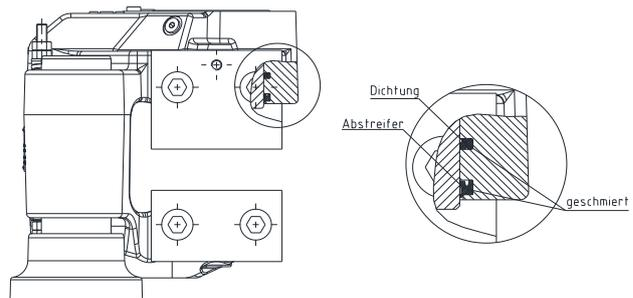

Bild 20
Die Dichtung und Abstreifer müssen in korrekter Richtung eingebaut werden (siehe Bild 20).
- Schmieren Sie die Dichtungen und Abstreifer mit Hydrauliköl ein (siehe Bild 20).